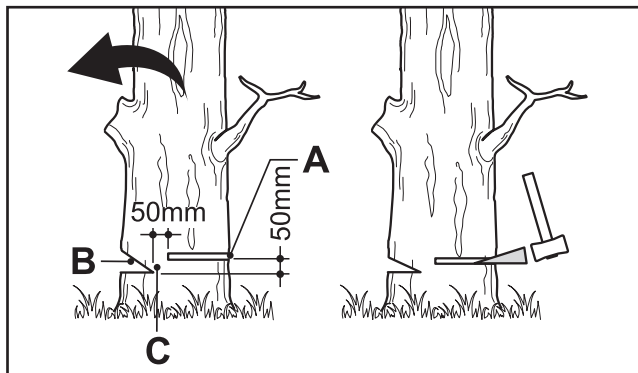

Fig. 27
Haga la muesca (Fig. 27, B) de 1/3 del diámetro del árbol, perpendicular con respecto a la dirección de caída (Fig. 27). Realice primero el corte de muesca horizontal inferior. Esto ayudará a evitar el pinzamiento de la cadena o de la espada al hacer la segunda muesca.
1. Realice el corte posterior de tala (Fig. 27, A) al menos 50 mm más alto que el corte de muesca horizontal (Fig. 27). Haga el corte posterior de tala paralelo con el corte de muesca horizontal. Realice el corte posterior de tala de forma que quede suficiente madera que actúe como bisagra. La madera de bisagra (Fig. 27, C) impide que el árbol se tuerza y caiga en la dirección incorrecta. No corte toda la bisagra.